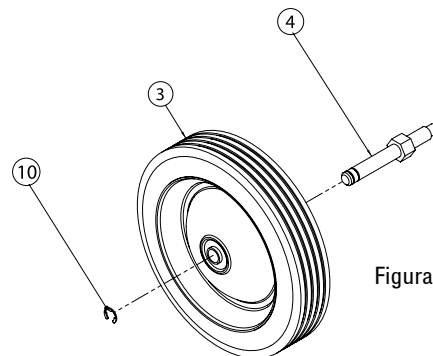

Figura 4
4. Del modo mostrado en la figura 4, añada una rueda (1) a cada eje (2) y asegure usando un anillo de retención E (3). Nota: El anillo de retención E: se debería colocar en la ranura de anillo de retención más cercana.